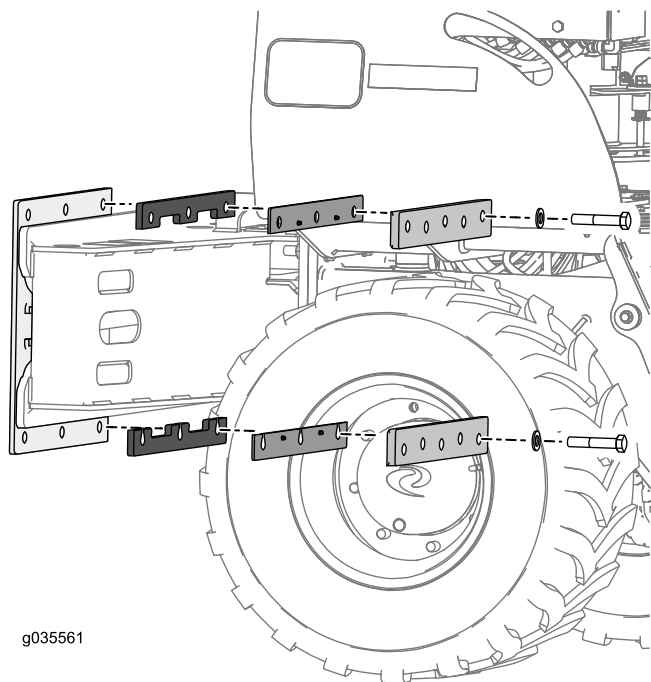

図 4
7. スライドマウントプレートに上下のスペーサプレートを取り付けるボルト (3/4 x 4 インチ) 2本とワッシャ2枚を使用して図4のように取り付ける。